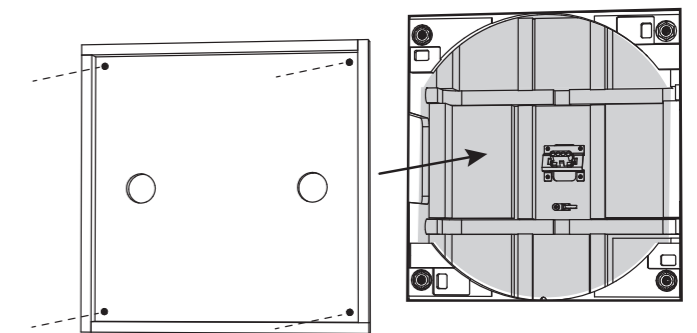

Fig. 5. Drywall Removed from the Aperture, and Cover Installed
2. Después de la instalación del panel de yeso, corte con cuidado el orificio en el panel de yeso con una herramienta manual adecuada, utilizando la abertura rectangular de la lata trasera como guía (Fig. 5). Tenga cuidado de no cortar los cables de los altavoces ni la madera de la parte trasera. Asegúrese de que la abertura del panel de yeso no sea más grande que la abertura de la lata trasera. Quite el polvo o la suciedad del interior de la lata trasera.